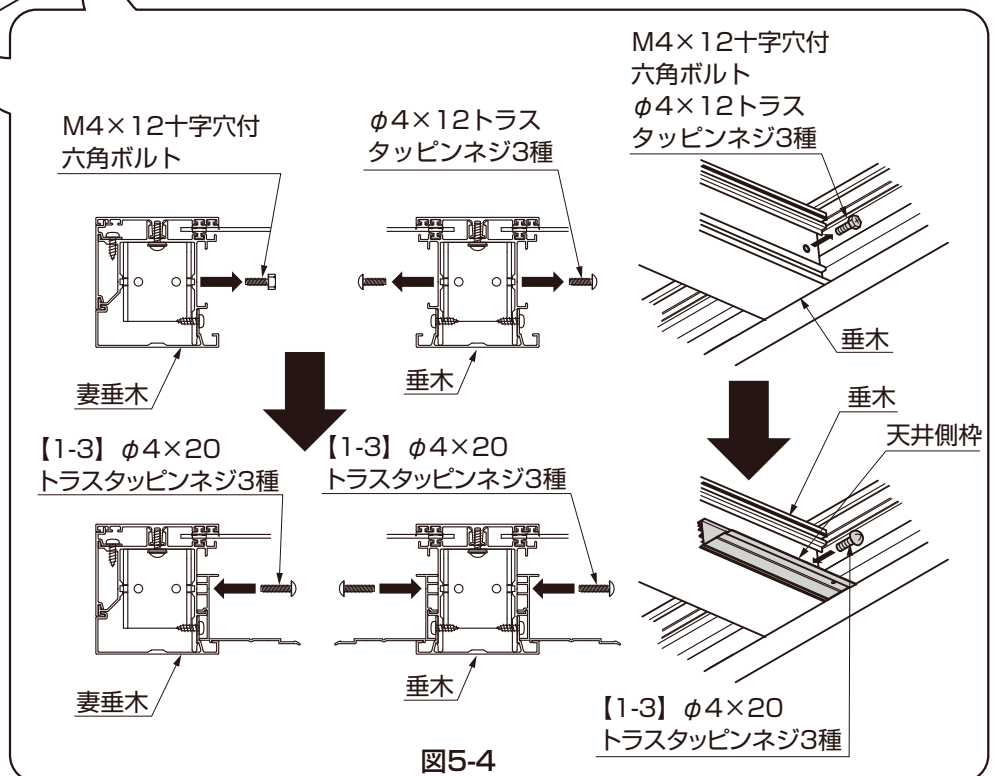

図5-4
- ② 垂木掛け側から「M4×12十字穴付六角ボルト」および「φ4×12トラストタッピンネジ3種」を取外して、取外した穴に【1-3】で天井側枠を取付けてください。(図5-4参照)